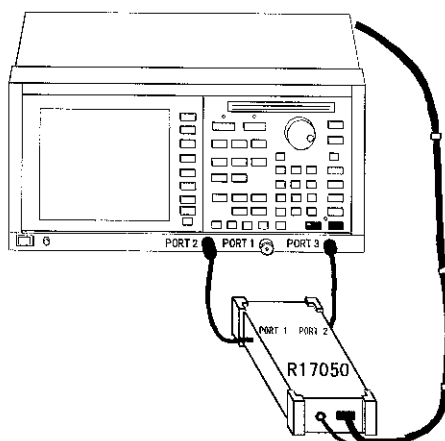

図 2-13 RF ポートの接続
- ⑦ 本器のRFポートと、ネットワーク・アナライザのPORT2, PORT3を接続します (図 2-13 参照)。